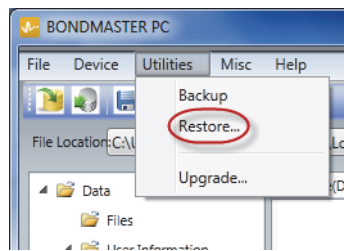

Figura 7-28 Comando Restore
2. No menu **Utilities** do BondMaster PC, selecione **Restore** (veja Figura 7-28 na página 216).